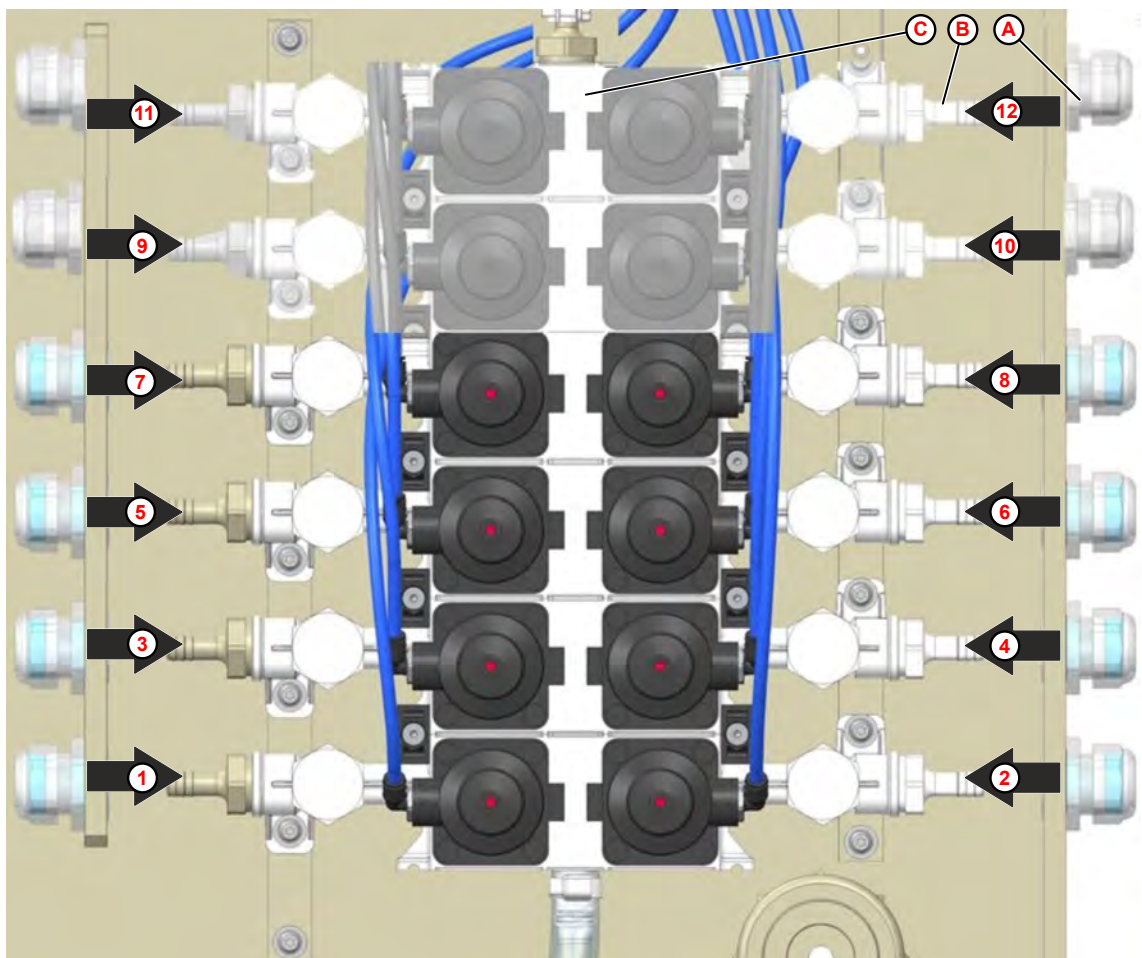

Bild 6: Produkttilldelning
1. ➤ För slangarna till de respektive produktsugrören genom dragavlastningsskruvarna (Bild 6 , pos. A).
2. ➤ Anslut slangarna till den respektive slangnippeln (Bild 6 , pos. B) av ventilblocket (Bild 6 , pos. C) med de medföljande slangklämmorna.